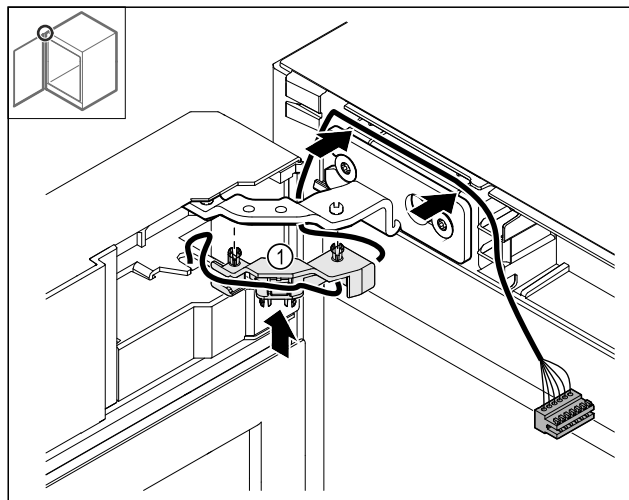

Fig. 47
- Premere il supporto del cavo Fig. 47 (1) nella cerniera.